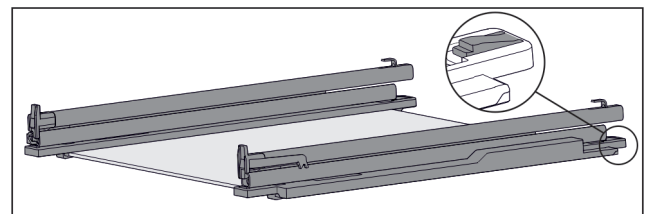

Fig. 126 Glasplaat met rails en vasthouddelen
- ▶ Vasthouddel achter omlaag duwen (zie Fig. 126) en tegelijk rails naar achteren schuiven.